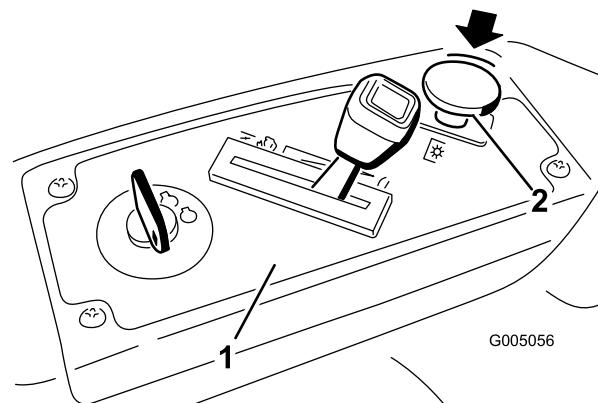

Figura 12
Per disinnestare le lame spostate il relativo comando in posizione Off (Figura 12).
1. Disinserite le lame spostando il comando delle lame in posizione Off (Figura 12).